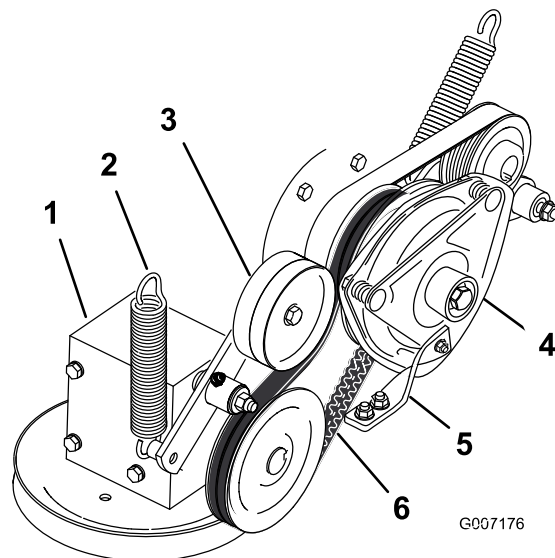

Figura 73
4. Retire el muelle del brazo de la polea tensora (Figura 73).
7. Instale la correa de transmisión de la TDF alrededor de la polea del embrague y la polea de la caja de engranajes (Figura 73).
9. Instale el muelle en el brazo tensor (Figura 73).